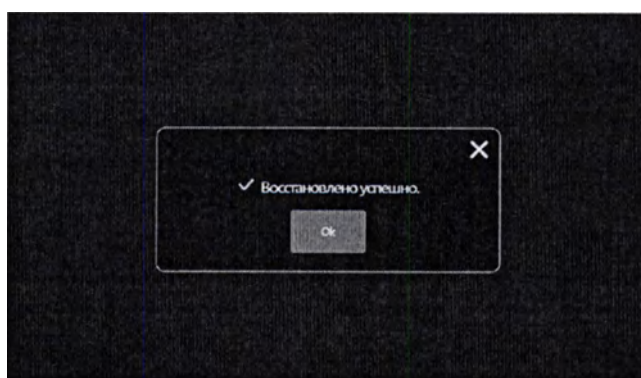

Рис. 5.53 – Успешное восстановление шаблонов
5.11.13 В случае успешной загрузки шаблона появится окно следующего вида (рис. 5.53).